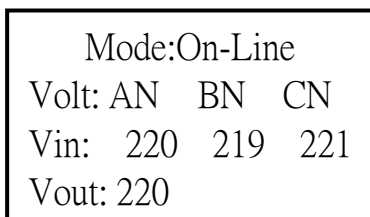

Рис. 2 Интерфейс основного состояния
- 2) Если нажать любую кнопку, дисплей отобразит интерфейс основного состояния (см. Рис. 2)